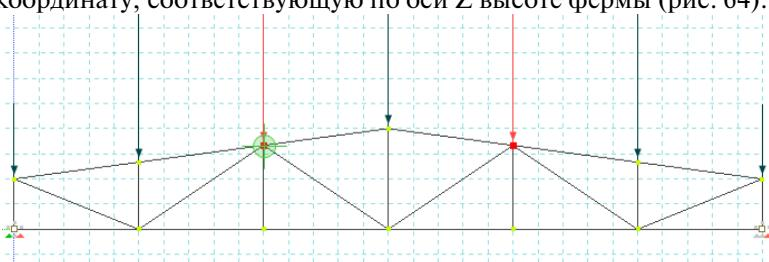

Рис. 64. Перемещение узлов по оси  $Z$
- Используя команду **Перемещения (Правка — Переместить выделенное)** — использовать точки вставки), выделяем узлы верхнего пояса по обе стороны конька и кликаем левой кнопкой мыши на координату, соответствующую по оси  $Z$  высоте фермы (рис. 64).